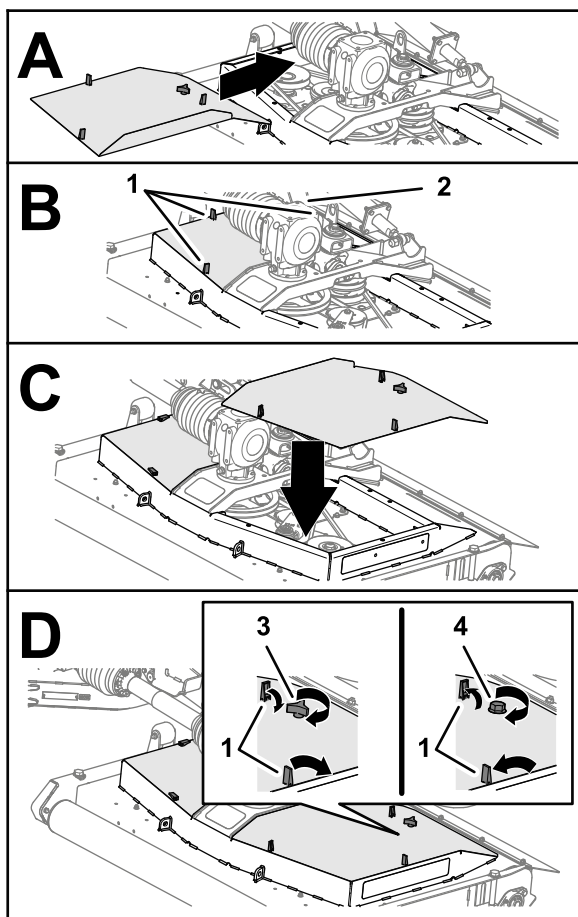

Figure 47
1. Alignez les verrous du capot et les trous du tablier de coupe (**Figure 47**).
2. Montez le capot sur le tablier de coupe (**Figure 47**).
3. Fixez le capot (**Figure 47**) comme suit :
4. Fixez les 3 verrous du capot au tablier de coupe (**Figure 47**).
5. Répétez les opérations 1 à 4 pour les autres capots que vous avez déposés (**Figure 47**).